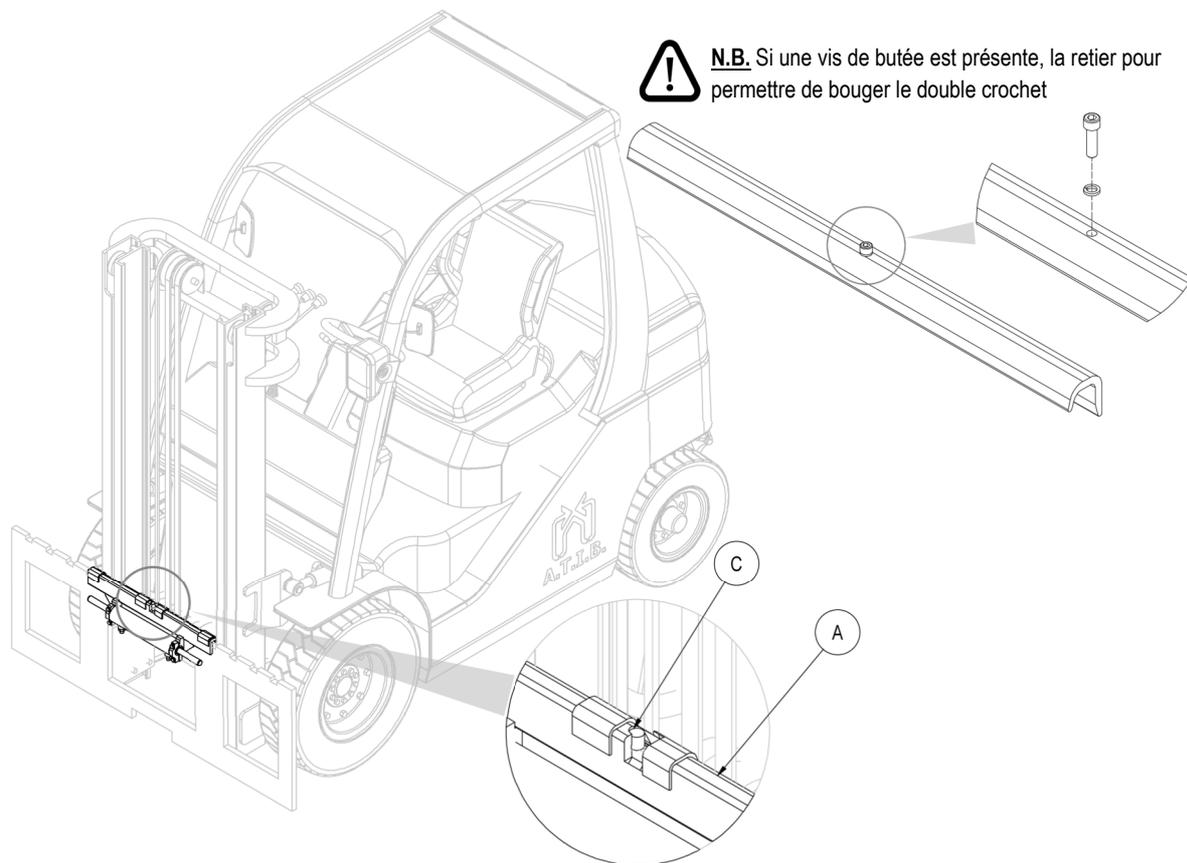

Figure 6
4. Prendre le double crochet **A** (avec ses bagues de guidage et son vérin de translation), et le placer sur le profil supérieur du tablier porte-fourches, en prenant soin d'encastrer la broche de centrage **C** dans l'encoche centrale de celle-ci (voir Figure 6).